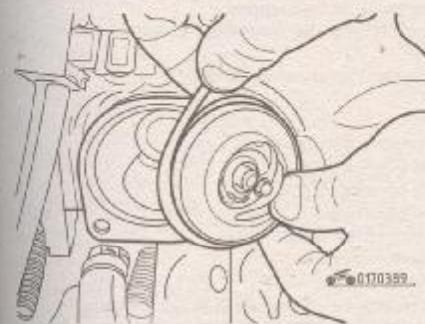

Рис. 3.89. Снятие термостата и уплотнительного кольца
- снимите уплотнительное кольцо и выньте термостат из корпуса (рис. 3.89).